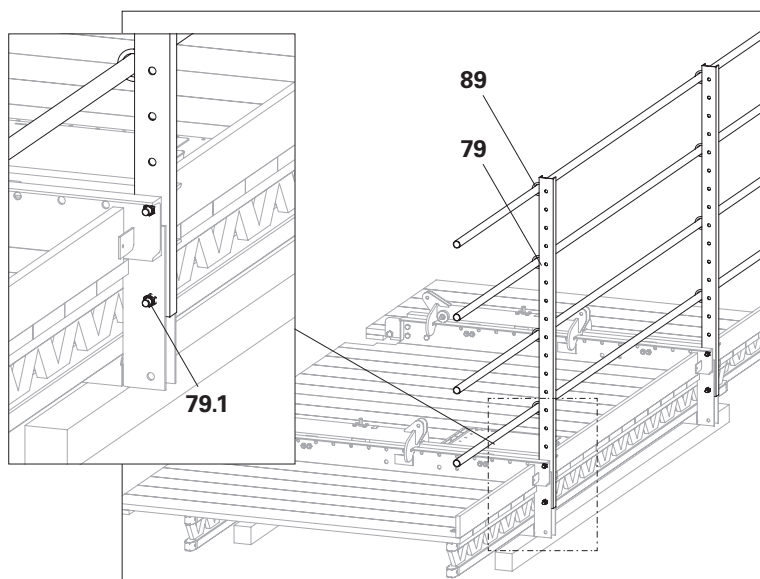

Fig. C2.04
2. Fissare i tubi di impalcatura $\varnothing 48$ al montante parapetto con la morsa A64 (**89**), vedere la Sezione "Parapetti" a pagina 48. (Fig. C2.04)